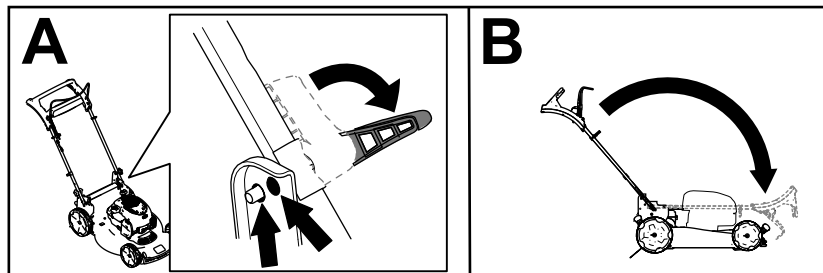

Figura 17
2. Decuplați închizătoarele mânerului până ce puteți mișca mânerul superior liber (A din Figura 17)
3. Pliați mânerul în față, către poziția înainte completă (B din Figura 17).